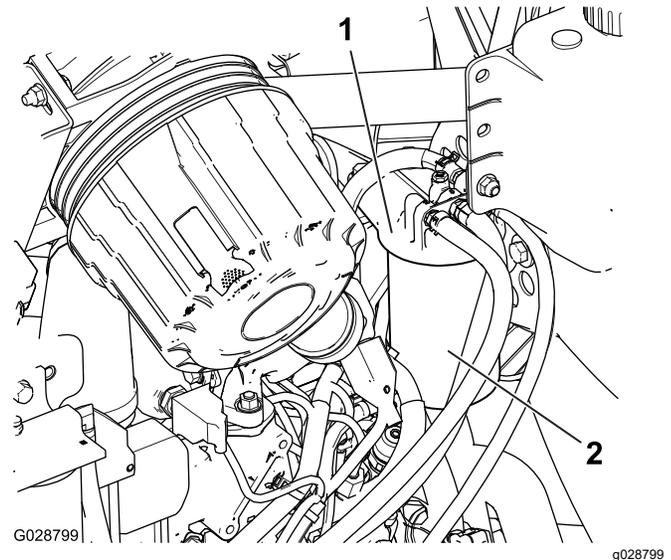

Figure 49
1. Nettoyez la surface autour de la tête du filtre à carburant (Figure 49).
2. Déposez le filtre et nettoyez la surface de montage de la tête du filtre (Figure 49).